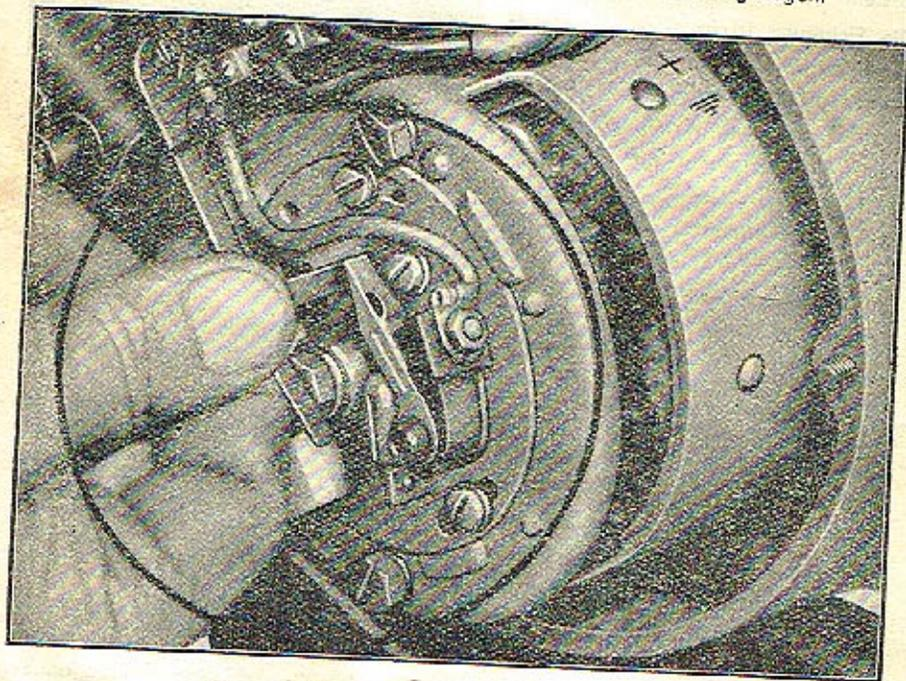

Abb. 27. Messen des Unterbrecher-Kontaktabstandes
- c) Bei dieser Kolbenstellung wird der Abstand zwischen den Unterbrecherkontakten durch die Stellschraube eingestellt. Der Abstand wird mit der im Werkzeugsatz mitgelieferten Lehre gemessen (Abb. 27). Das dünnere Blech der Lehre soll gerade noch zwischen den Kontakten durchgezogen werden können, das stärkere Blech jedoch nicht durchgehen.